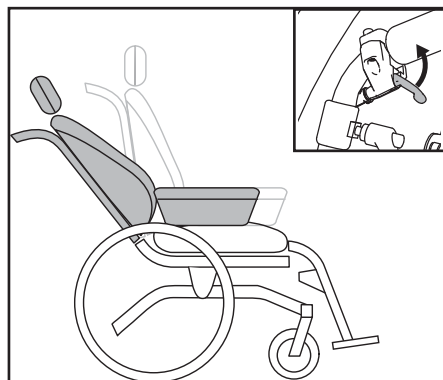

Figura 10
- Regolare l'angolo dello schienale con la leva di regolazione sulla sinistra (9A) (vedere figura 10)